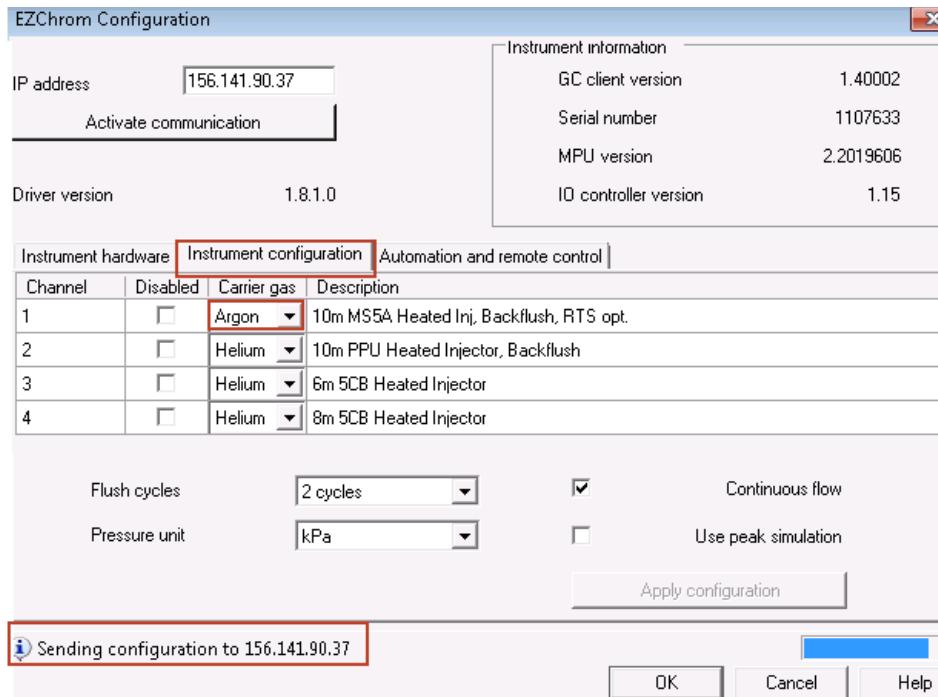

Figura 32 Envío de configuración al instrumento
- 6 Seleccione **Apply Configuration** (Aplicar configuración). La nueva configuración se envía al instrumento como se muestra en la Figura 32